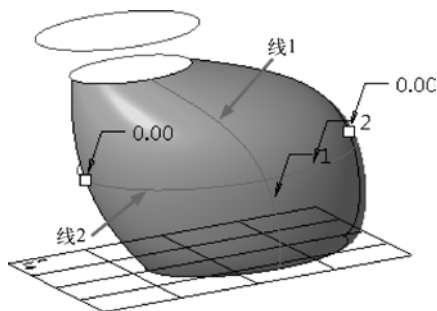
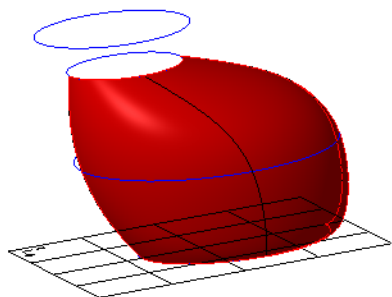

图 5-71 选择内部曲线
图 5-72 创建的自由曲面
- 单击“内部曲线”收集器  ，按照如图 5-71 所示的顺序选择纵向、横向两条曲线，单击“确定”按钮 ，创建的自由曲面如图 5-72 所示。